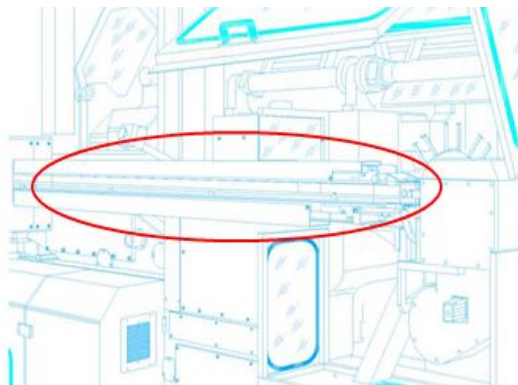

图 11
7. 调整八号轮出口烟包输送通道上下皮带间距至适中（图11）。